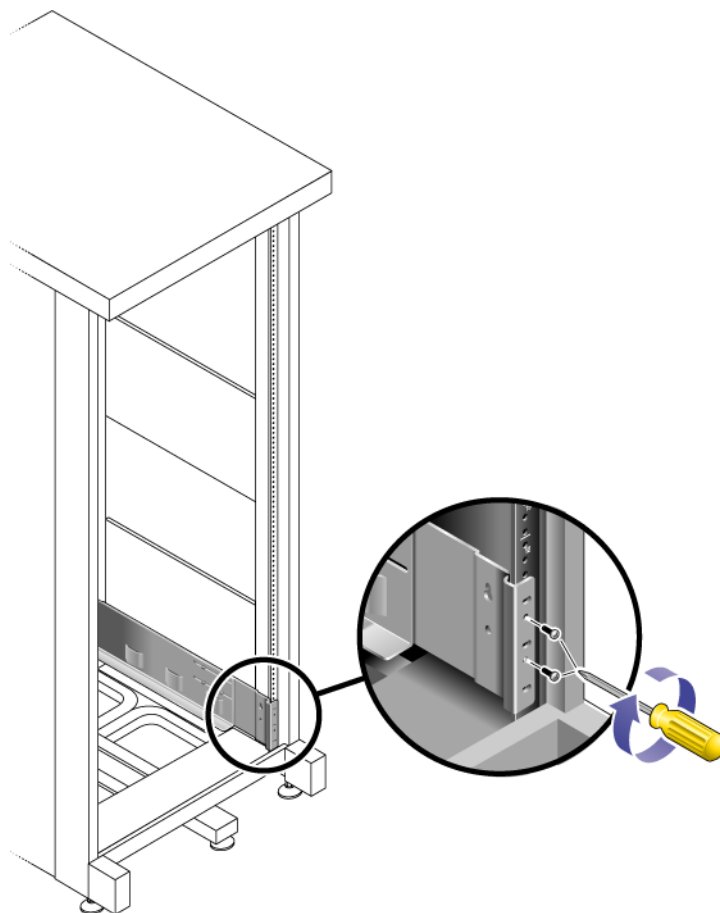

図 2-18 キャビネット背面への左側レールの固定
d. 使用するキャビネットの種類に応じて、次のいずれかを行います (図 2-18)。